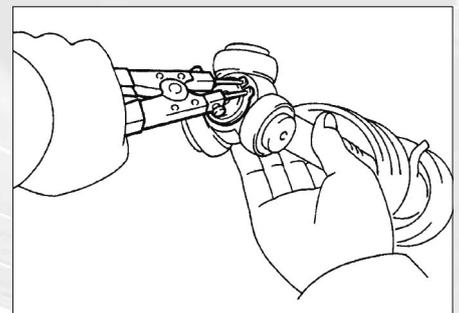

FIG. 6
- Déposer le circlip de retenue du tripode (fig. 6).